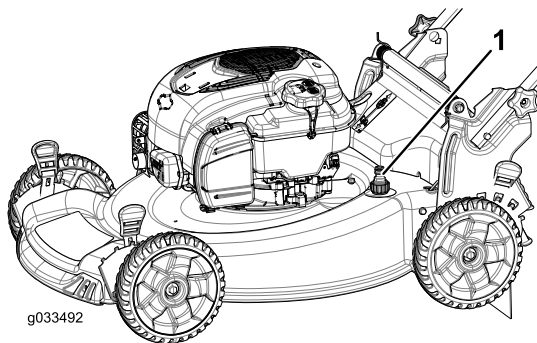

Рисунок 26
5. Присоедините садовый шланг, подключенный к источнику воды, к промывочному отверстию в корпусе (Рисунок 26).